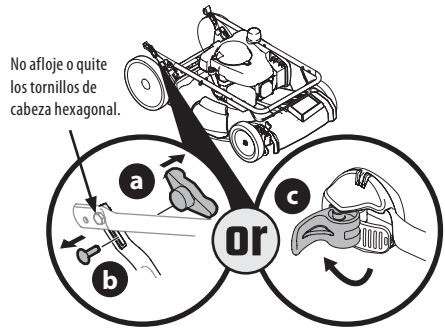

Figura 1
1. Extraiga las perillas o las tuercas de mariposa (a) y los pernos de carro (b) de la manija o, si se incluye la manija de bloqueo EZ (c), prosiga al PASO 2 (Figura 1).